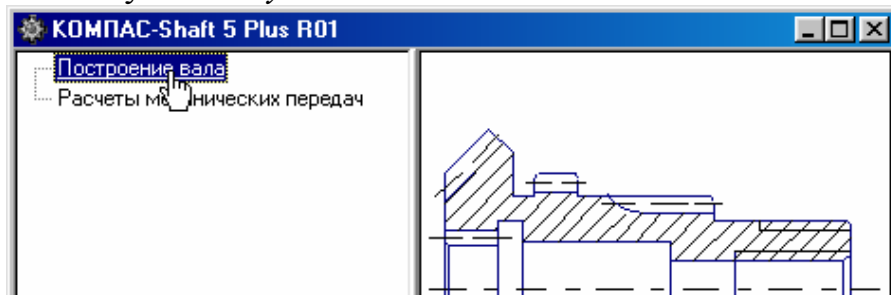

Рис. 62.
4. Після підключення бібліотеки відкриється вікно, рис. 62. Двома клацаннями активізуйте *Побудова вала*